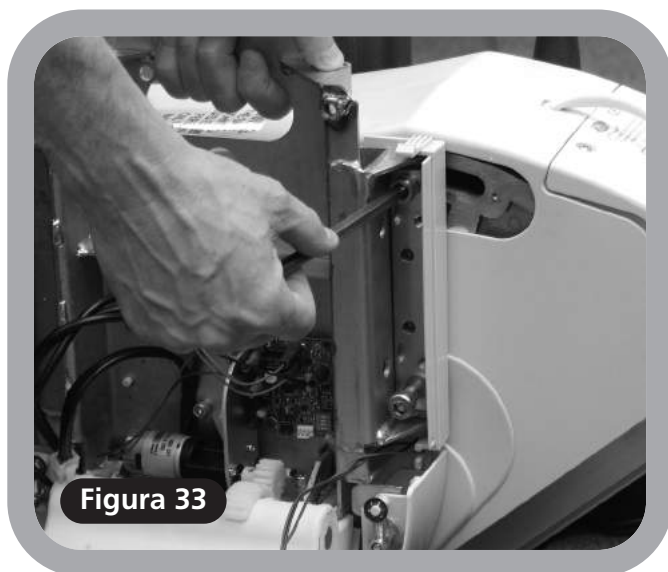

Figura 33
- 4 Offrite il telaio del sedile all'unità di potenza, ed usando i bulloni e spaziatori assicurate il telaio del sedile all'unità di potenza, assicurandovi che il telaio si trovi nel giusto allineamento verticale (**Figura 33**).